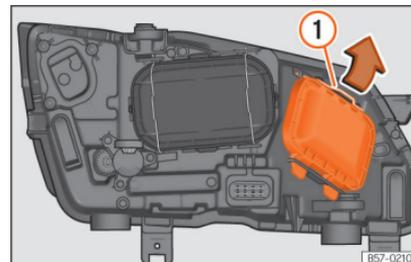

Abb. 55 Im Motorraum: Abdeckung entfernen.
- Die Strebe »» **Abb. 55 ①** in Pfeilrichtung verschieben und den Deckel abnehmen.